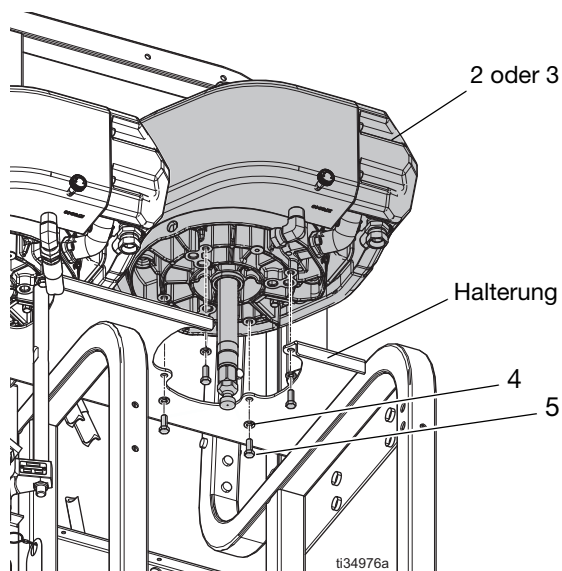

ABB. 7
- b. Bauen Sie die Montageschrauben (5) und Dichtungen (4), die den Druckluftmotor (2 oder 3) an der Halterung befestigen, aus. Siehe ABB. 7 auf Seite 29.